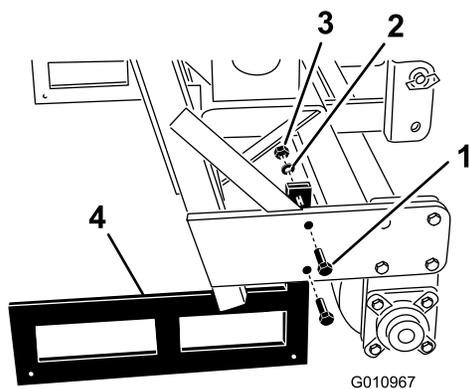

Figure 33
2. Enlevez les boulons et écrous qui fixent les supports de rangement à chaque extrémité de l'aérateur (Figure 33).